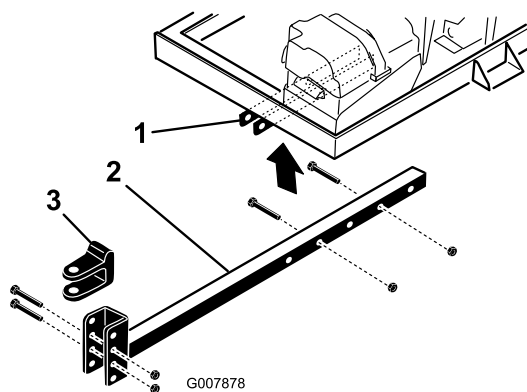

Figura 4
- Prenda o tubo de engate aos suportes do chassis (Figura 4) com 2 parafusos ( $\frac{3}{8}$  x 3 pol.) e 2 porcas flangeadas ( $\frac{3}{8}$  pol.).
- Introduza o tubo de engate nos suportes da estrutura (Figura 4).